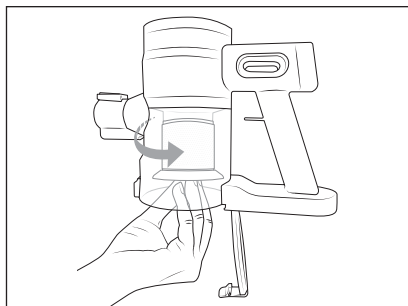

Fig. 15
- 6) Volte a colocar o filtro de aço inoxidável **6** e o filtro EPA **5** no reservatório de pó **2** e rode o filtro EPA **5** para a esquerda, até ficar corretamente fixo no reservatório de pó **2** (ver fig. 15).